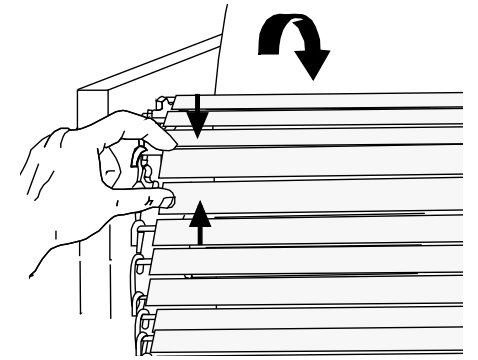

Abbildung 4. Förderbandglied entfernen
8. Die Förderbandkette abtrennen, indem zwei beliebige Glieder zusammengedrückt und beide Enden eines Glieds (Abbildung 4) ausgehakt werden. Dazu kann eine Spitzzange verwendet werden.
HINWEIS: Die Hakenenden müssen nach unten zeigen (Abbildung 4).